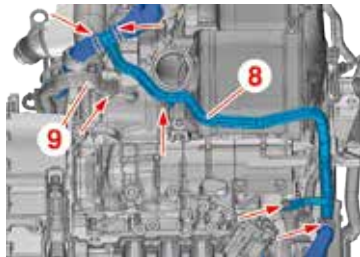

Fig.47
- Staccare il condotto (8) (Fig.47).
- Spostare il condotto (9).